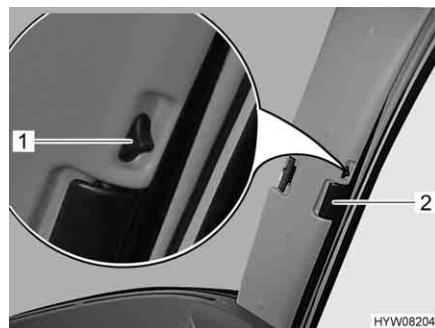

Fig. 22 Bloccaggio delle tendine oscuranti pieghevole per il finestrino del conducente/passeggero
- Inserire la tendina oscurante pieghevole per la maniglia (Fig. 22,2) fino all'arresto.
- Spingere il bottone di bloccaggio (Fig. 22,1) in basso.